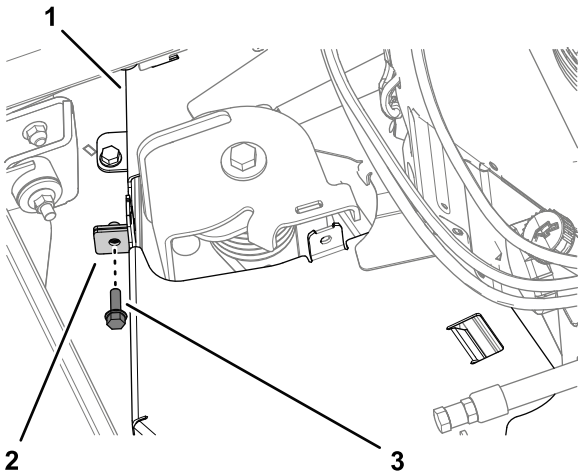

Figure 35
- Retirez le boulon qui fixe les brides du protège-courroie, comme montré à la Figure 35.